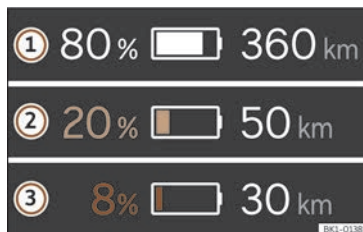

Fig. 20 No cadro de instrumentos dixital: autonomía e indicación da reserva.
O estado actual de carga da batería de alta voltaxe indícase co símbolo no cadro de instrumentos dixital >>> **fig. 20 ①**. O símbolo da batería estará máis ou menos cheo dependendo do estado de carga da batería.
A autonomía do vehículo amórase en quilómetros (km) ou millas (mi) segundo o axuste seleccionado >>> **fig. 20 ②**.
Zona da reserva >>> **fig. 20**